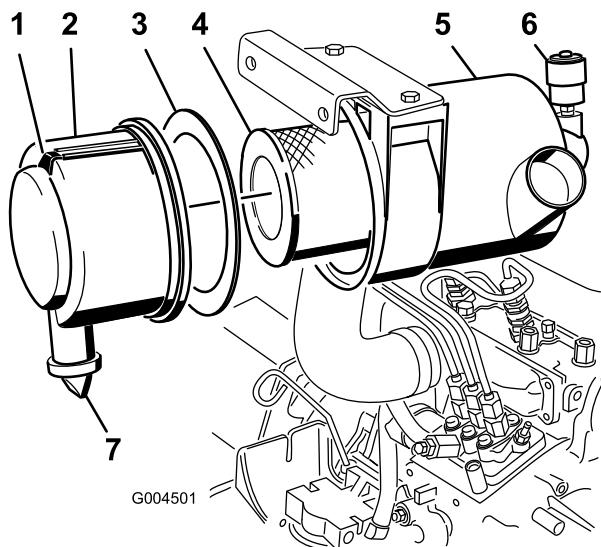

Figura 45
- Effettuate la manutenzione dell'elemento filtrante quando la spia (Figura 45) diventa rossa, oppure ogni 400 ore (più spesso in condizioni estreme di polvere o morchia). Non eccedere nella revisione del filtro dell'aria.
- Tirate il fermo verso l'esterno e ruotate il coperchio del filtro in senso antiorario (Figura 45).
- Togliete il coperchio dal corpo del filtro dell'aria (Figura 45).
- Togliete il filtro primario e sostituitelo (Figura 45).
- Verificate che la guarnizione in schiuma sintetica sia stata montata nel coperchio e che non sia strappata o danneggiata (Figura 45). Se è danneggiata, sostituitela.
A. Togliete la valvola di uscita in gomma dal coperchio (Figura 45).
- Se la spia è rossa, azzerate l'indicatore (Figura 45).